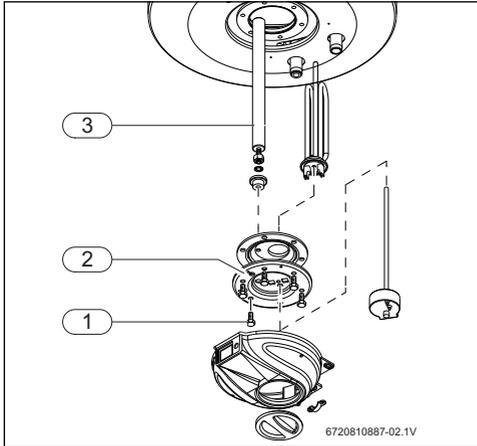

Fig. 12 Acesso e identificação dos componentes internos
- ▶ Desapertar os parafusos de fixação da flange (→Fig. 12, [1]).
- ▶ Retirar a flange (→Fig. 12, [2]).